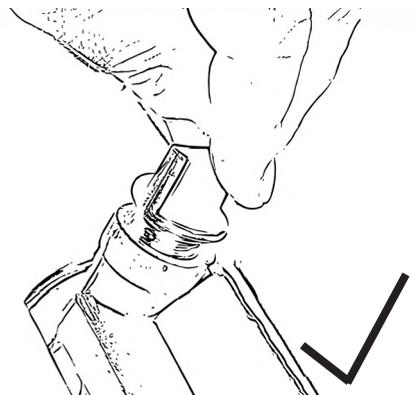

Abbildung 21
- Schrauben Sie die Öleinfüllstopfen mit verbundenen Messstab heraus, Abb. 21.